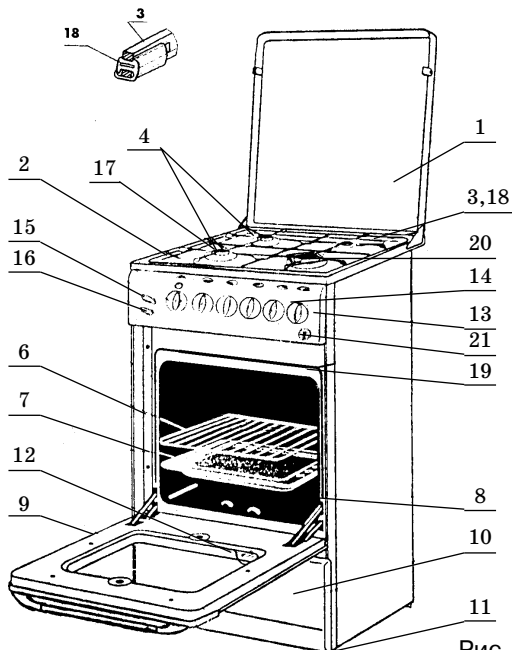

Рис. 1
5.1 Плита, различных исполнений, указанных в таблице 1, изображена на рис. 1.
5.3 На столе плиты для установки посуды имеется решетка поз.18 рис.1. Для посуды малого диаметра на решетку устанавливается конфорка поз.20.
Рис. 1а
Рис. 1б
● **замена сопел горелок стола рис. 1а.**
- с помощью торцевого ключа S7 замените сопла в соответствии с таблицей 2 «Характеристики горелок и сопел» см. рис. 1а.
- через отверстие в панели управления, поверните регулировочный винт крана (расположен сбоку см. рис. 1б) по часовой стрелке до упора;